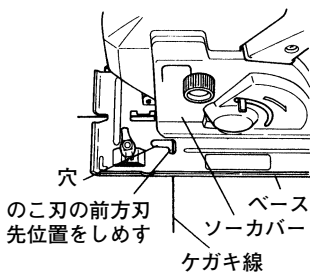

図 13
- (3) 図 13 に示すベースの穴はのこ刃の前方刃先位置を示します。材料を途中まで切断するときなどに便利です。